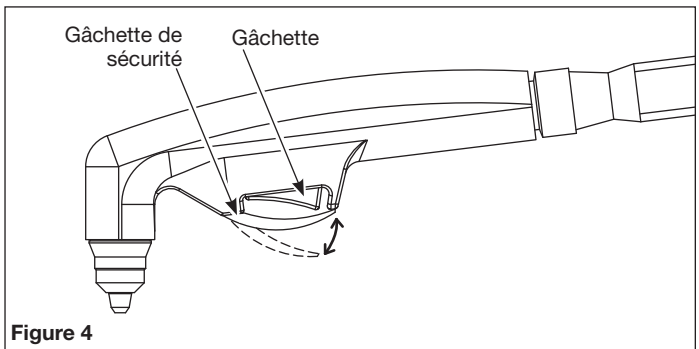

Figure 4
- ◆ Le chalumeau à plasma est équipé d'une gâchette de sécurité. Ce dispositif de sécurité empêche le déclenchement accidentel du chalumeau. Le déclenchement du chalumeau exige de l'utilisateur d'insérer l'index entre la gâchette de sécurité et la gâchette de déclenchement, puis de tirer sur la gâchette avec l'index. Voir la Figure 4.